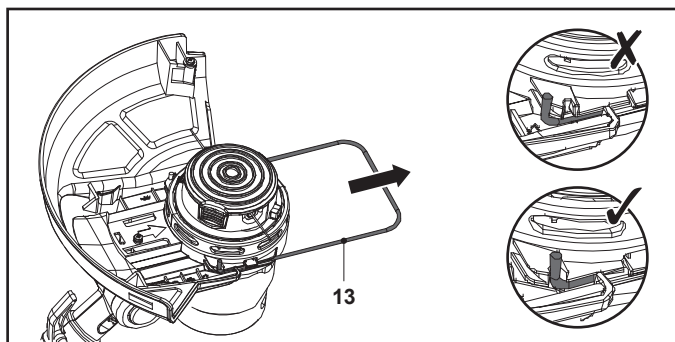

Fig. 10. Position de coupe / bordurage
1. Sortir le protecteur de plantes (13) jusqu'à ce qu'il se verrouille pour l'opération de coupe / bordurage (Fig. 10).